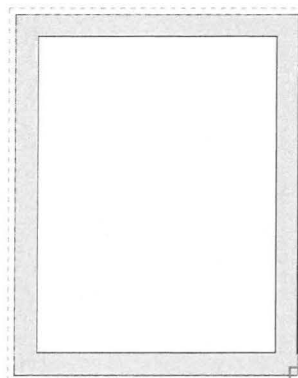

Fig. 06.39. Marker det der skal skaleres.
- Klik på et punkt af elementet (Fig. 06.39).